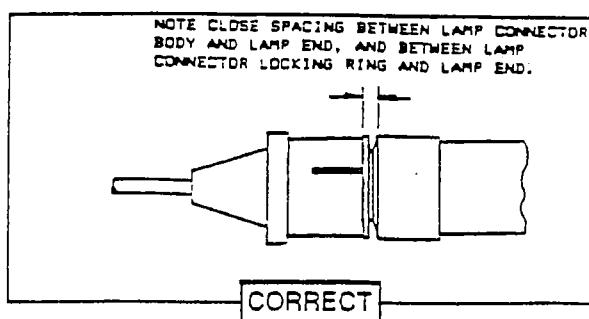

Fig. 1. Korrekt låst lampeholder.
- 2.4.5 Sikre at selve lampholderen (P/N 3185-7) blir installert på lysrøret slik at den "klikker" på plass. Det skal ikke være mer enn 1 mm gap mellom lampholderen og lysrøret. Ref. fig.1. Skyv låseringen (P/N 3185-15) på plass over lampholderen. Ikke skyv låseringen på plass før lampholderen er installert på lysrøret.